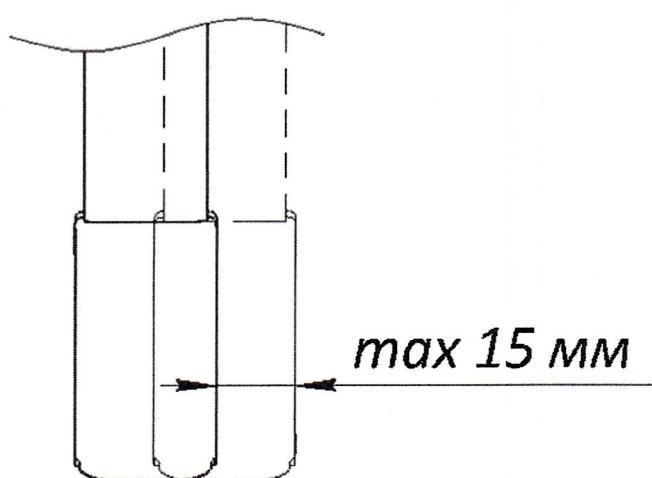

Рисунок 1. Смещение профиля стремянки
2.15. Смещение профиля стремянки (нога) относительно друг друга должно быть не более 15 мм (см. рисунок 1) при приложении нагрузки не более 2 кгс (19,6 Н).